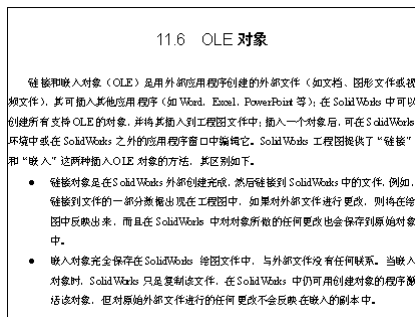

图 11.2.5 插入 Word 文档
Step4. 在“插入对象”对话框中选中 **链接(L)** 复选框，单击 **确定** 按钮，此时在 SolidWorks 中显示图 11.2.5 所示的 Word 文档。